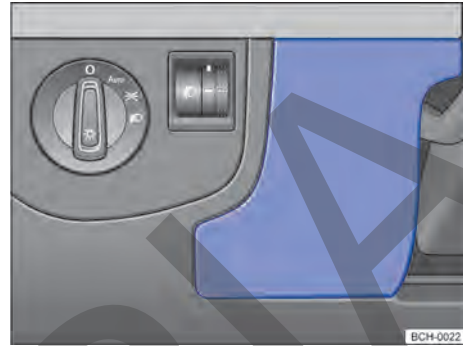

Fig. 163 Del lado del conductor en el panel de instrumentos: cubierta de la caja de fusibles.
- Sostener la cubierta de la caja de fusibles → fig. 163 y tirar hacia adelante.